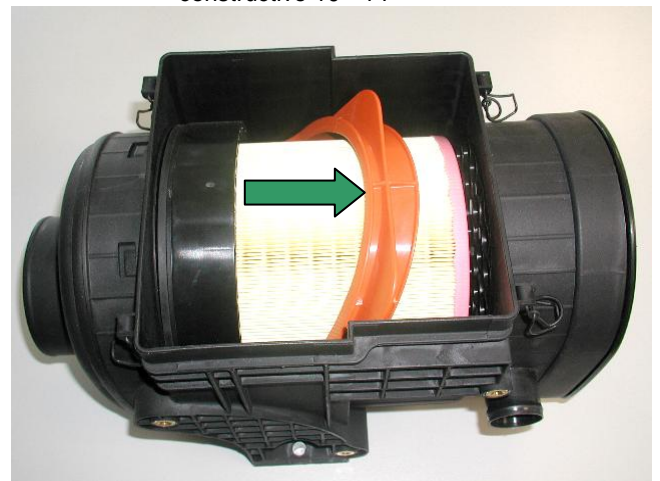

Fig. 7 Bloquear el estribo de sujeción
- Plegar completamente el estribo de sujeción rojo en la posición "Lock" (véase Fig. 7) y desplazar la tapa.